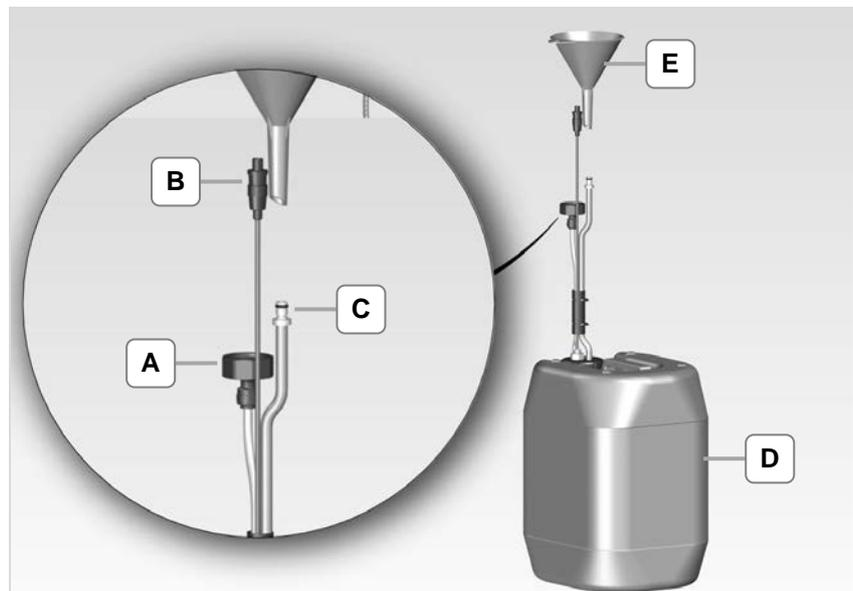
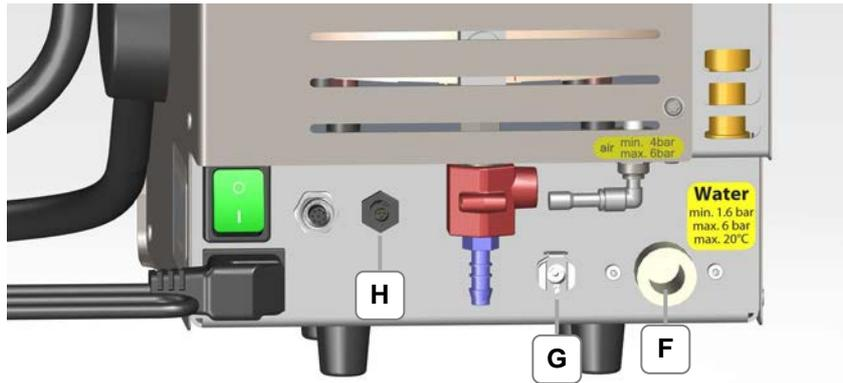
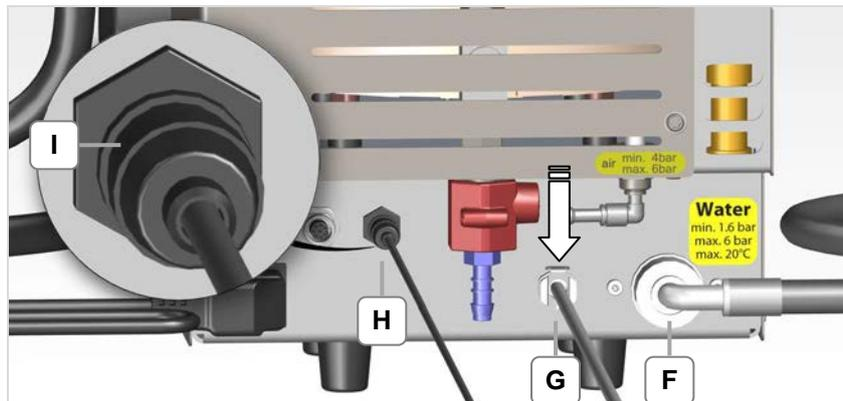
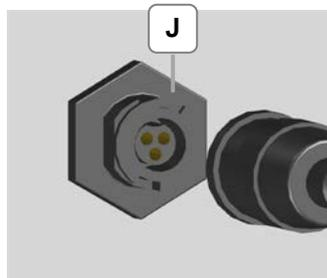

Figure 4.5.1: récipient avec accessoires
Figure 4.5.2: raccords du récipient (face arrière de l'appareil)
Figure 4.5.3: raccords, récipient connecté
Figure 4.5.4: orientation du connecteur (J)
<p>Fuite d'eau !</p> <p>Si un appareil équipé d'un bidon est raccordé à un kit de raccordement d'eau fixe, il faut retirer le tuyau de purge (fig. 4.5.3-G).</p> <ul style="list-style-type: none"> Retirer le tuyau de purge afin que le bidon ne déborde pas.
1. Raccordez le raccord fileté (figure 4.5.1-A) du tuyau à eau à la prise d'eau de l'appareil (figure 4.5.2-F). Vérifiez que le joint est bien inséré dans le raccord (figure 4.5.1-A).
2. Raccordez le connecteur de câble (figure 4.5.1-B) pour le contrôleur de niveau à la prise (figure 4.5.2-H) et tournez le capuchon avant (figure 4.5.3-I) jusqu'à ce qu'il s'encastre. Observer l'orientation du connecteur (figure 4.5.4-J).
3. Insérez le tuyau de purge (figure 4.5.1-C) dans le raccord (figure 4.5.2-G).
<p>Contrôler la fixation de prise d'eau du récipient !</p> <ul style="list-style-type: none"> • Veillez à une fixation correcte et sûre des raccords. • Contrôlez l'étanchéité et le fonctionnement des raccords (figure 4.4.1.3-E+F). • En déconnectant le tuyau de purge, veillez à pousser le levier de verrouillage (figure 4.5.3-G) vers le bas en direction de la flèche.